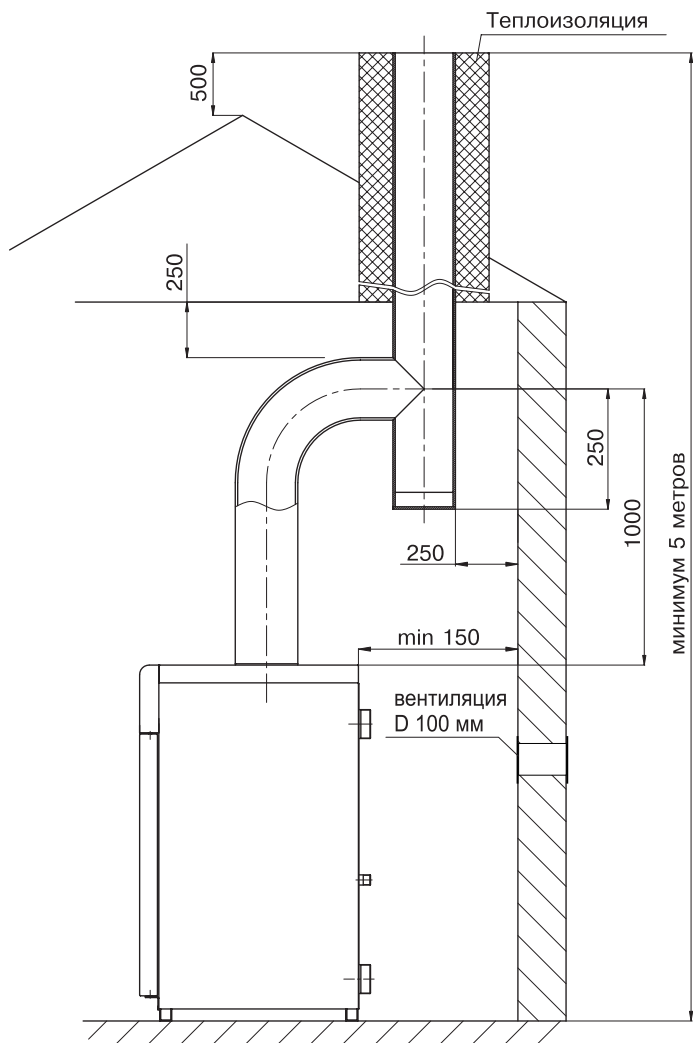

Рис. 4.
- 6.10. Устройство дымоход , к которому подклю ется котел, должно соответствов ть СП42-101-2003 «Общие положения по проектиров нию и строительству г зор спредельных систем» (см. рис. 4).